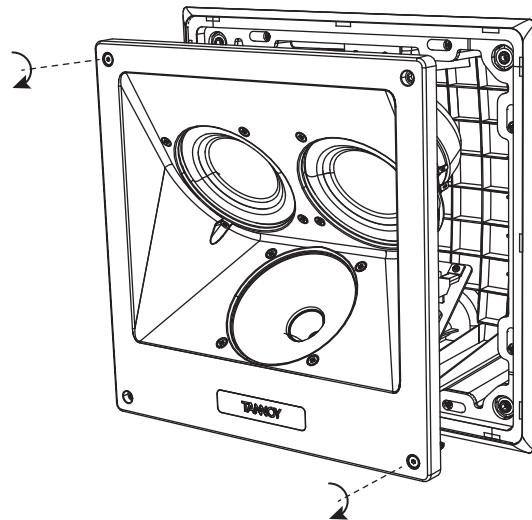

Fig. 20. Install the loudspeaker
3. 将扬声器安装到后盖中,并用螺钉将其固定到位(图20)。